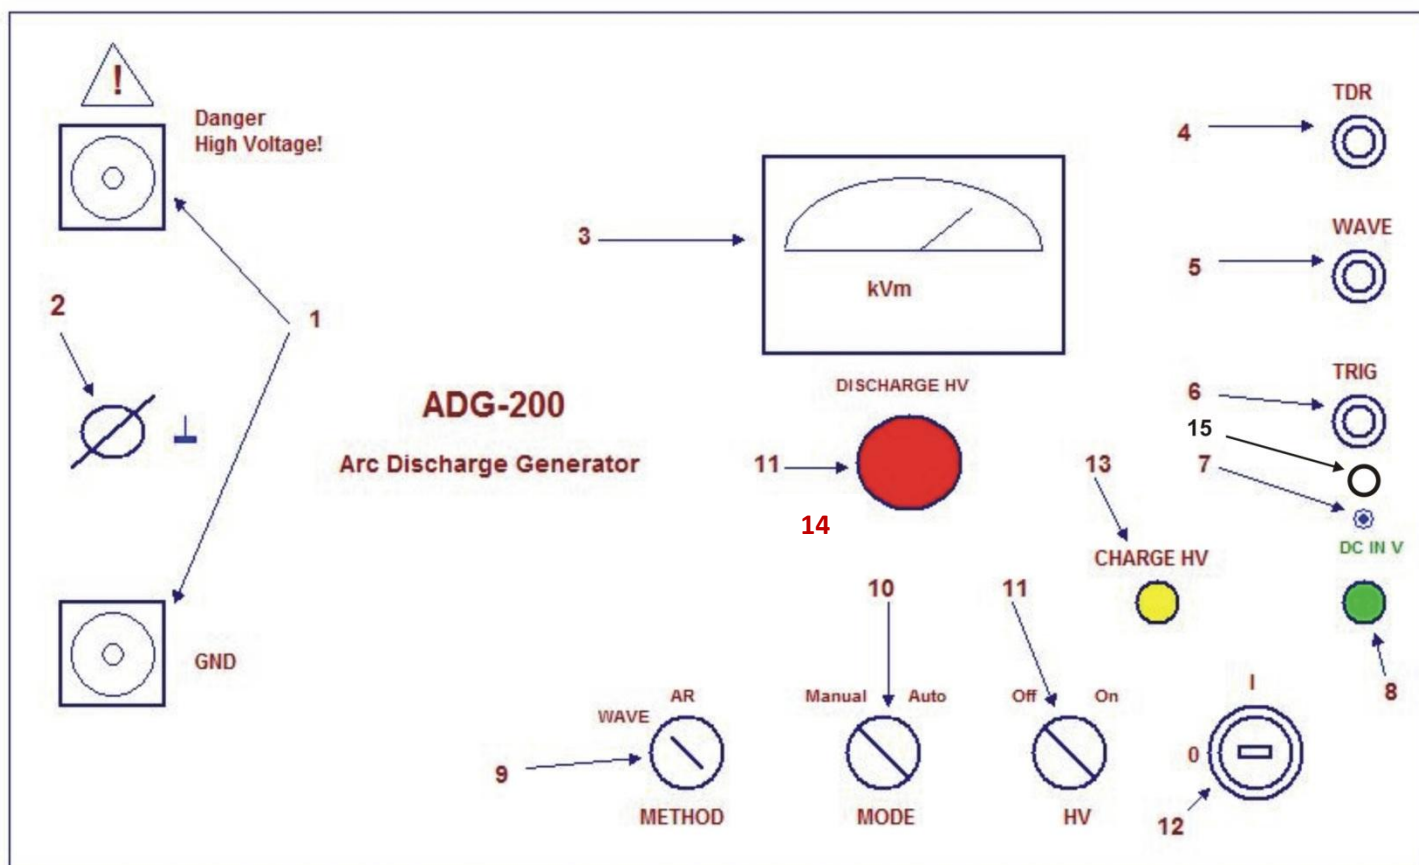

Рис. 1 Органы управления и индикации
Следующие органы управления и индикации представлены на **рис.1:**
- 5.6 Вставить штекеры высоковольтных соединительных кабелей в гнезда, обозначенные на рис.1 номером **1**. При исследовании двух жил кабеля штекеры включаются произвольно, при исследовании пары «жила-броня» кабель, идущий к броне, следует подключить к гнезду **GND**, а второй кабель – ко второму (верхнему) гнезду.